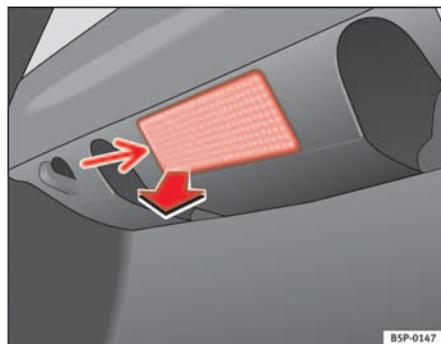

Fig. 188 Luca del bagagliaio
- Estrarre il paralume facendo pressione sul bordo della parte interna dello stesso-freccia- aiutandosi con la parte piana di un cacciavite ⇒ fig. 188.